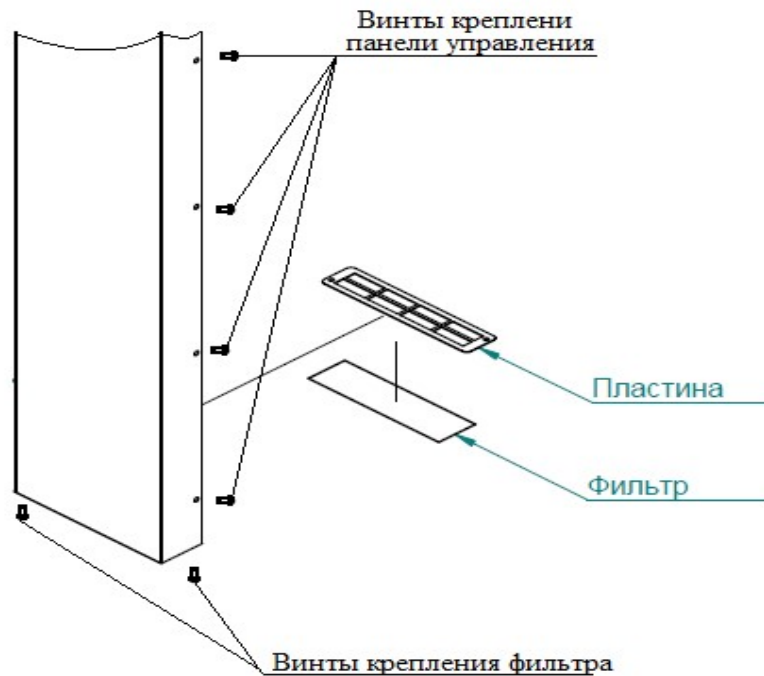

Рис.34 Замена воздушного фильтра
- открыть дверь пароконвектомата и снять винты крепления панели управления (см. рис.34);